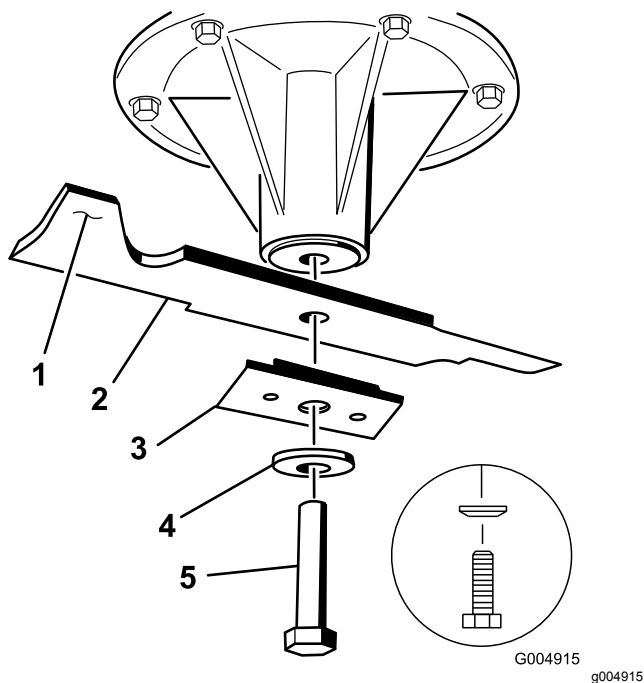

Рисунок 49
2. Выверните болт ножа, снимите с вала шпинделя изогнутую шайбу, прижим ножа и нож (Рисунок 49).
1. Установите нож на шпиндель (Рисунок 49).
**Внимание:** Для обеспечения правильного скашивания область загиба ножа должна быть направлена вверх и внутрь газонокосилки (Рисунок 49).
2. Установите нож, прижим ножа, изогнутую шайбу и болт ножа (Рисунок 49).